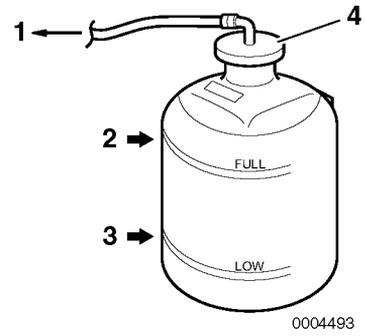

Abbildung 12
- 6. Kühlmittelstand im Ausgleichsbehälter überprüfen. Der Stand muss an der Markierung FULL (**Abbildung 12, (2)**) sein.
- 7. Nehmen Sie den Deckel des Ausgleichsbehälters ab (**Abbildung 12, (4)**), um bei Bedarf Kühlmittel nachzufüllen. Kein Wasser nachfüllen.
9. Überprüfen Sie den Gummischlauch (**Abbildung 12, (1)**) zwischen Ausgleichsbehälter und Kühlmittelbehälter / Wärmetauscher. Bei Beschädigungen auswechseln.